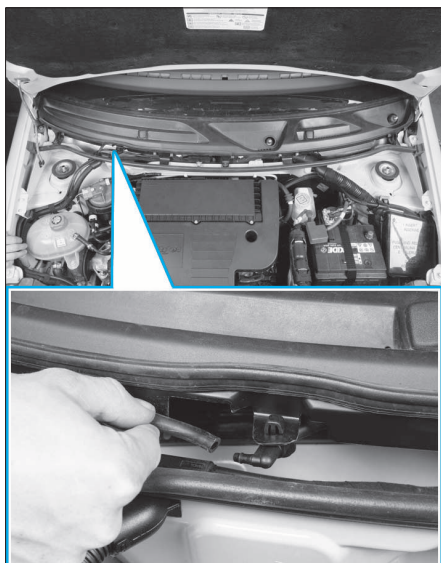

FIG. 21
- Débrancher le tuyau de lave-glasse (Fig.21).